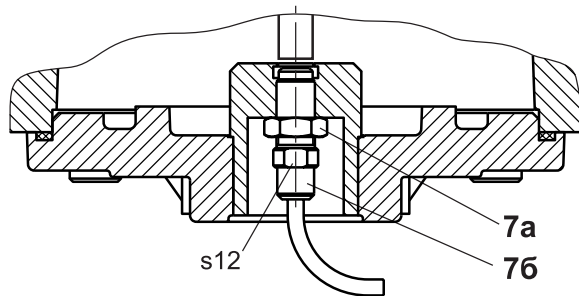

Рис. 9
- отверните контргайку 7а на корпусе 7б датчика положения (см. рис. 9);